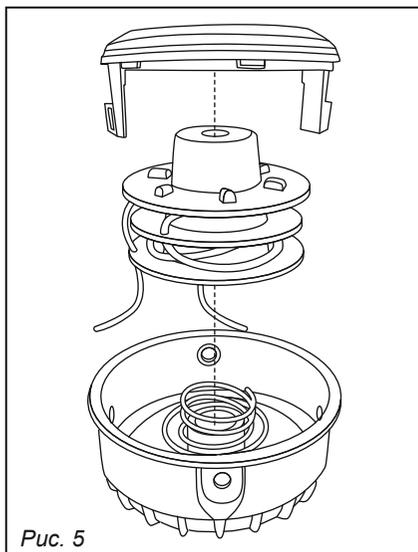

Рис. 5
6.5. Замена лески триммерной (рис. 5)